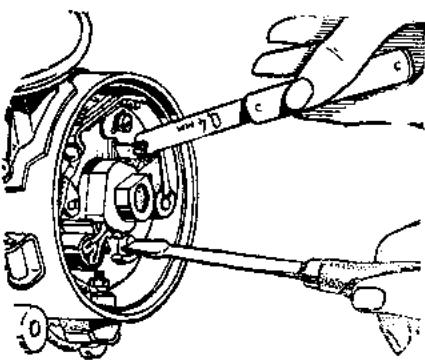

Рис. 42. Регулировка зазора в прерывателе.
- Снимите крышку распределителя и ротор и проверьте величину зазора между контактами прерывателя. В случае необходимости отрегулируйте зазор (рис. 42). Поставьте ротор на место.